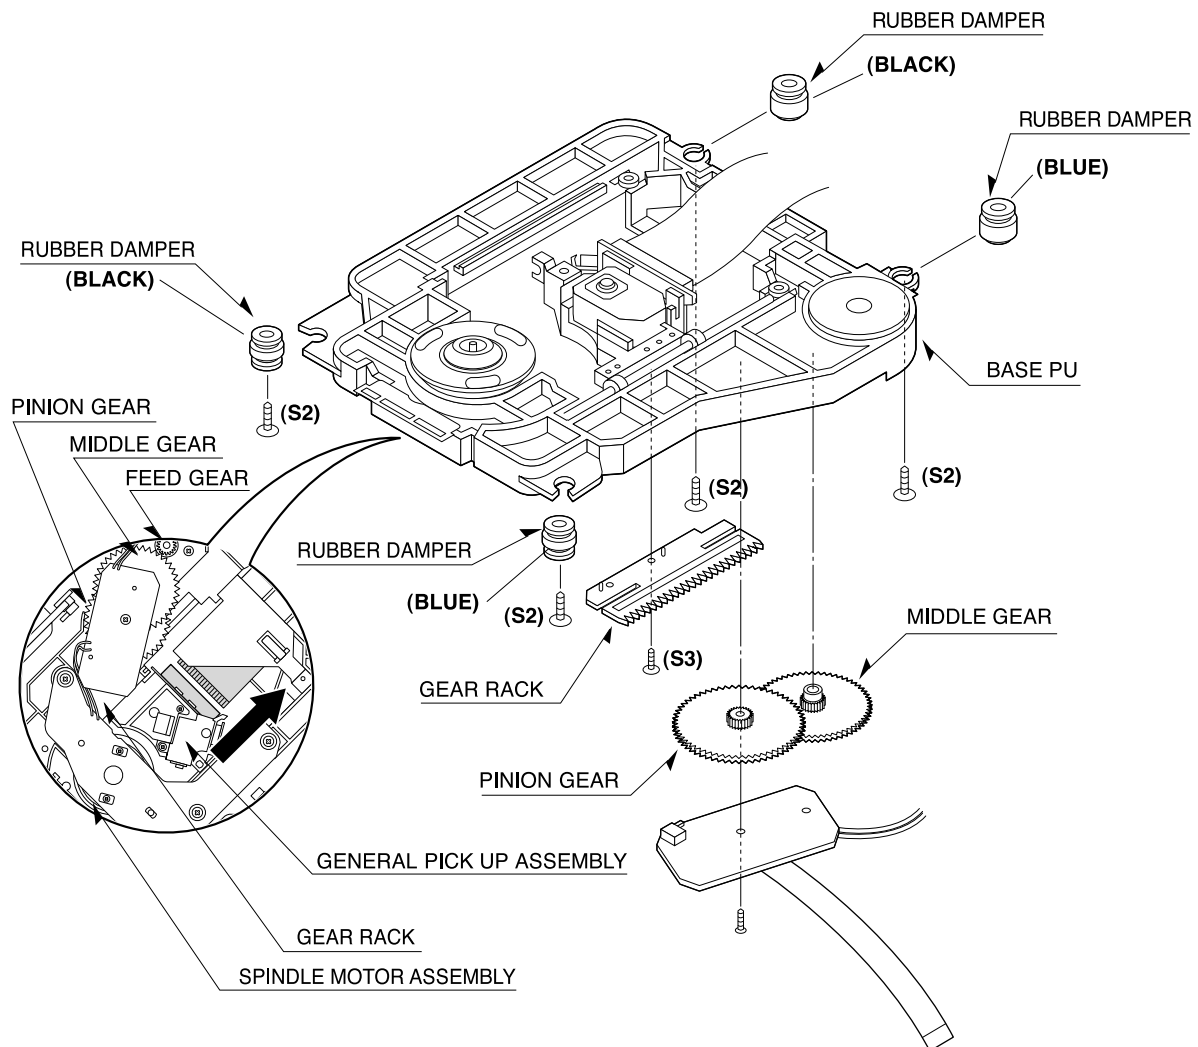

Fig. 4-3
3. Trineo del Conjunto de Base (Fig. 4-3)
4. Goma Trasera (Fig.4-3)